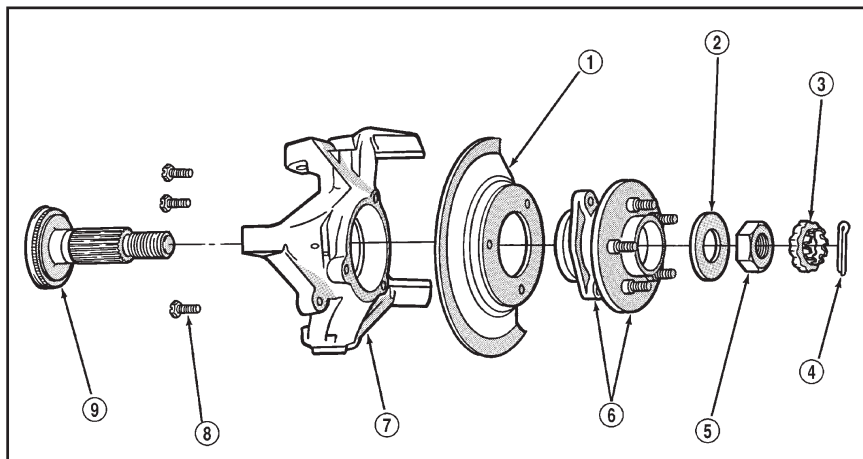

Рис. 20 Ступица, поворотный кулак и полуось
6. При необходимости установите шайбу ступицы и наверните гайку. Затяните гайку ступицы с моментом 237 Н•м. Установите замок гайки и поставьте новый шплинт (рис. 20).